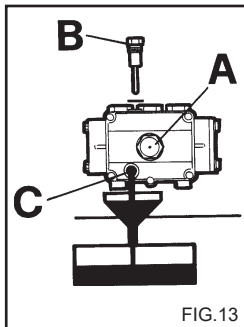

FIG.13
Периодически проверяйте масло в насосе высокого давления с помощью смотрового окошка (рис. 13А) или щупа (рис. 13В).
- 1) Открутите пробку отверстия для слива масла, расположенную внизу насоса (рис. 13С)
- 2) Открутите пробку с щупом (Рис. 13).